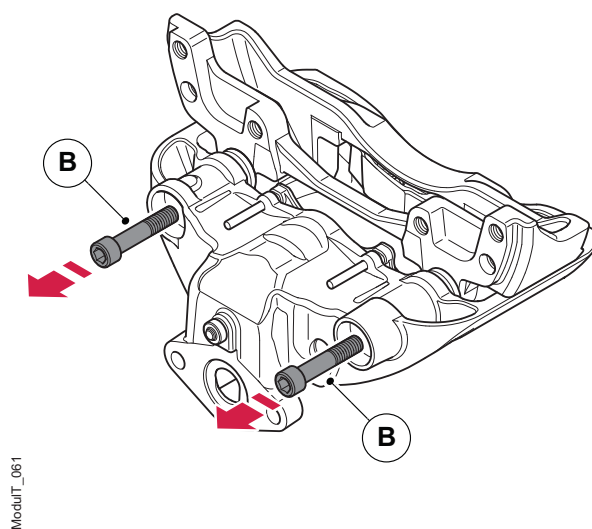

Figura 50. Quitar los tornillos de las guías de deslizamiento
3. Use la herramienta especial Haldex P/N95233 (llave de 3/4" y largo alcance de 14 mm Allen), para quitar los dos tornillos (B), véase la figura 50. Los tornillos no deben reutilizarse.